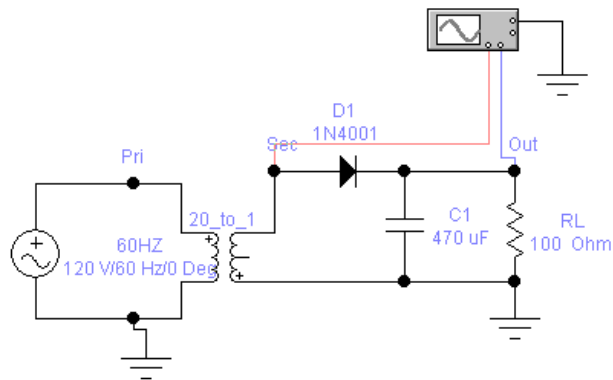

Рис. 4.
*a).* Соберите схему, представленную на рис. 4. На вход А осциллографа подается входное напряжение, а на вход В - выходное. Измерьте максимум выходного напряжения  $U_{\max}$  и разность между максимумом и минимумом выходного напряжения  $\Delta U$ . Зарисуйте осциллограммы в отчет.